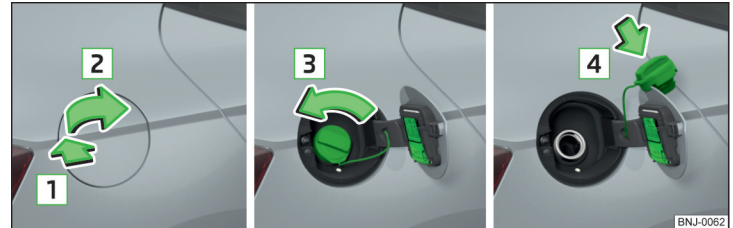

Abb. 155 Tankklappe aufklappen / Tankverschluss herausdrehen / Tankverschluss auf die Tankklappe stecken
Auf der Innenseite der Tankklappe ist der für Ihr Fahrzeug vorgeschriebene Kraftstoff angegeben » Abb. 155 auf Seite 152.
- Auf die Tankklappe in Pfeilrichtung **1** drücken » Abb. 155.